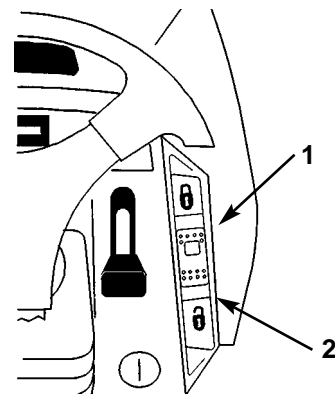

Fig. 15
1. Mantenete una pressione costante sul pedale di comando della trazione, e tirate indietro la leva di regolazione automatica della velocità (Fig. 15), in posizione "OFF".